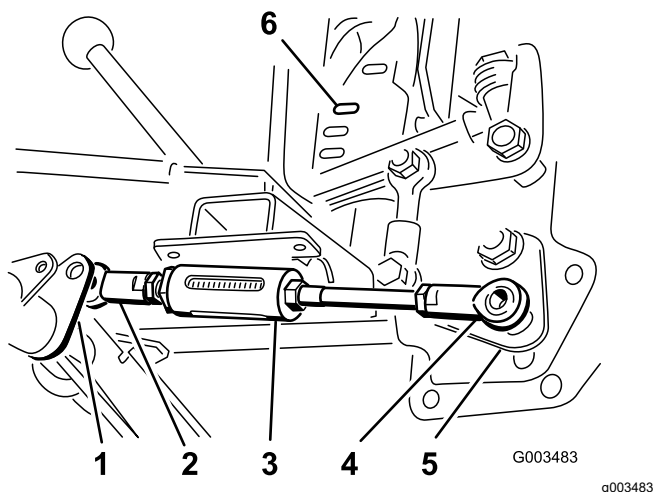

図 7
1. 調整用ロッドチューブアセンブリの柄の短いボールジョイントを、ピボットチューブの調整ロッドレバーの右にセットする図 7。
3. 柄の長いボールジョイントを、昇降ハンドルチューブアセンブリの下側にあるスタッドにはめ、ロックナット $\frac{1}{2}$ "で仮止めする図 7。